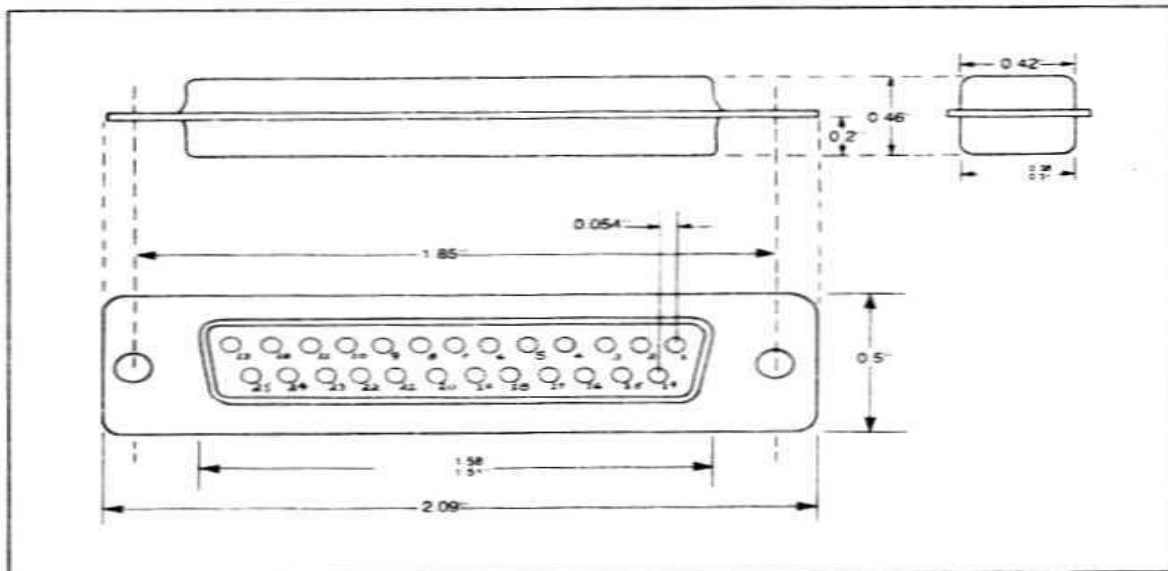

Figure 1.3 : Configuration d'un connecteur DB-25.
- **Caractéristiques mécaniques de l'interface (connecteurs).** Cette partie indique que l'interface doit comporter un connecteur et une embase de connecteur et que celle-ci doit être sur le DCE. Chaque broche se voit affecter un numéro mais, il faut le remarquer, la référence du connecteur n'est pas spécifiée. Le connecteur bien connu DB-25, en forme de D, maintenant presque synonyme d'interface série, dépend d'un autre organisme, l'*International Standards Organization* ou ISO. Les détails de ce connecteur sont donnés dans la Figure 1.3.